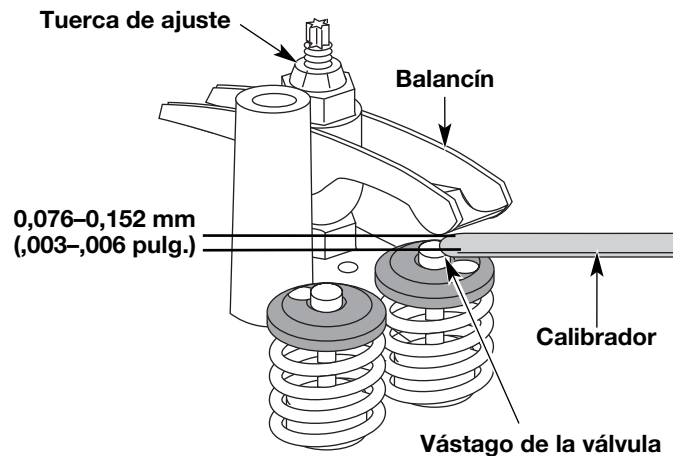

Fig. 44
- Gire la tuerca de ajuste con una llave de 8 mm (5/16 pulgadas) o una guía de tuercas (Fig. 44).